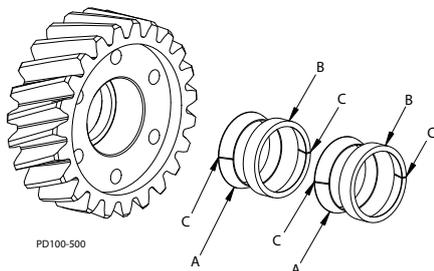

Figure 60 - Assemblage du dispositif de verrouillage
3. Les éléments de verrouillage (Figure 61, objet 25, détaillés dans Figure 60) consistent en une bague à l'intérieur de la fente et une bague à l'extérieur de la fente. Les éléments doivent être assemblés dans l'ordre qui suit afin de garantir des performances adéquates : bague interne (A), bague externe (B), bague interne (A), bague externe (B) ; avec les fentes dans les bagues (objet C) décalées de 180° comme décrit dans Figure 60.